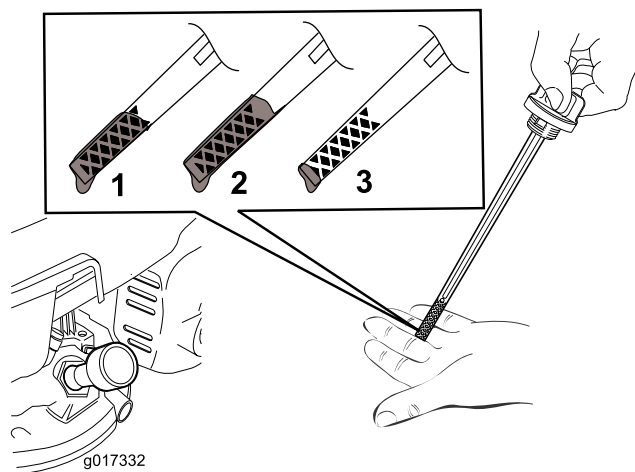

图6
注意： 向发动机曲轴箱添加机油，直到量油尺显示机油油位达到 图6 中所示的正确位置。如果发动机加注机油过多，则需要按照“更换机油”一节的说明，去除多余机油。
- 拆下量油尺（图6）。